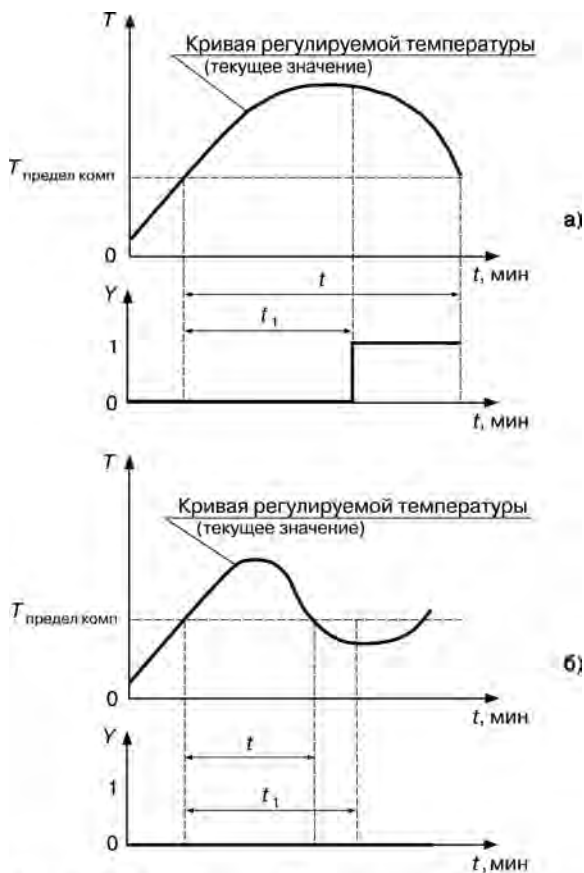

Рис. 3.19. Задержка срабатывания компаратора:
- если время нахождения регулируемой величины $t > t_1$ (времени задержки срабатывания компаратора), то компаратор срабатывает, рисунок 3.19,а;
- если время нахождения регулируемой величины $t < t_1$, то компаратор не срабатывает, рисунок 3.19, б.